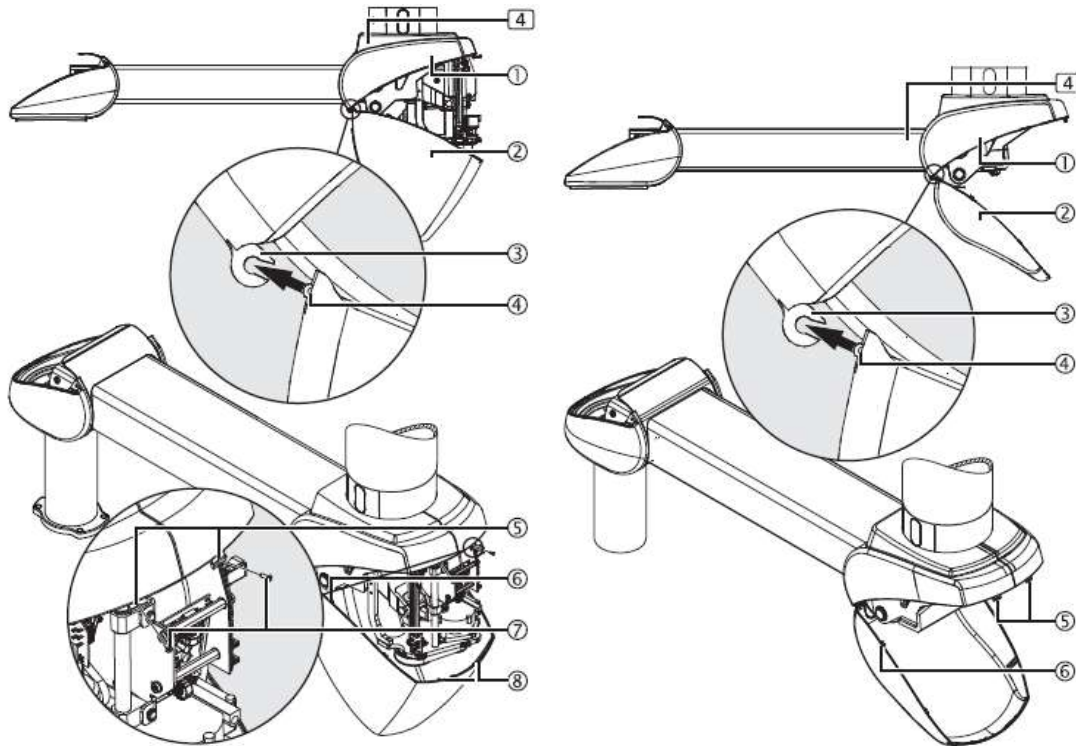
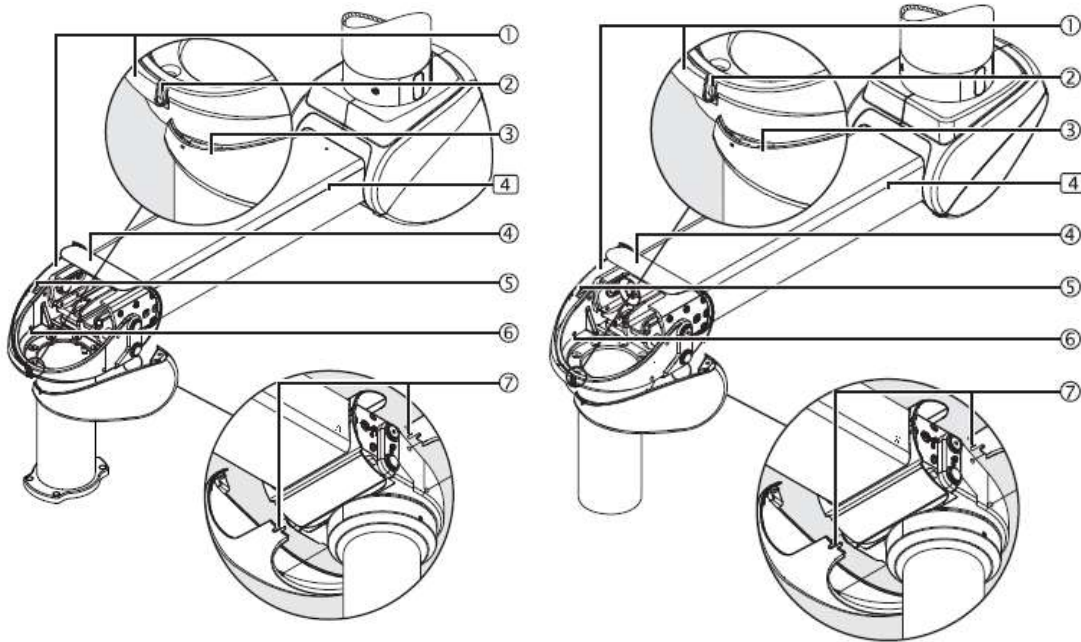
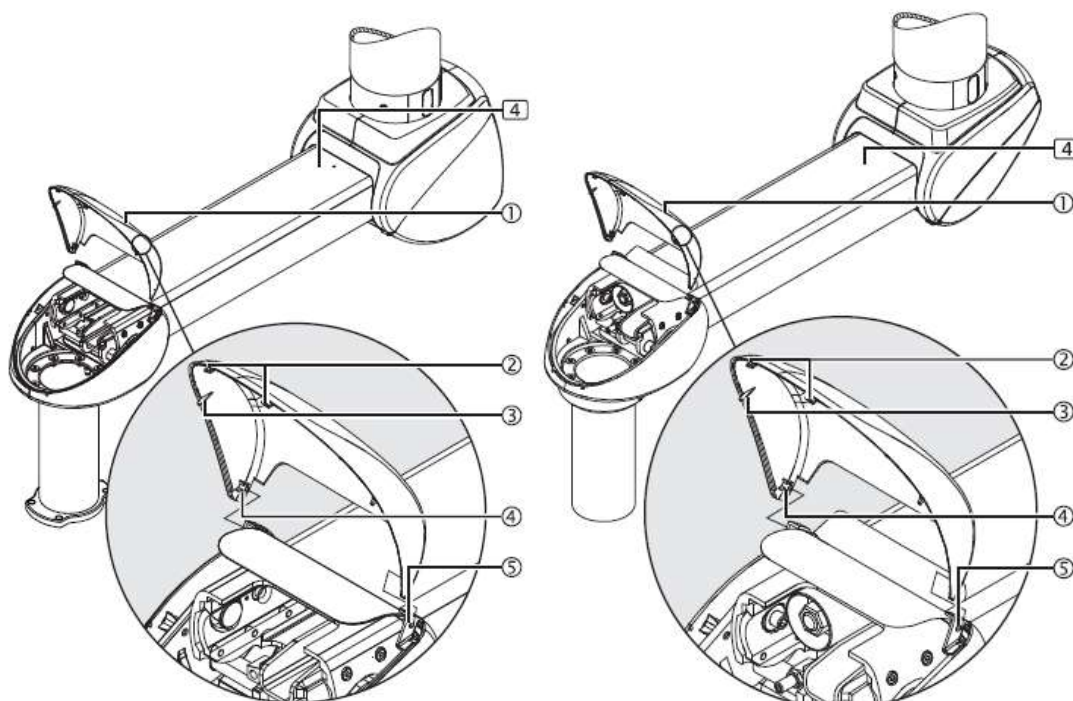

Abb.63 Montage der unteren hinteren Abdeckung an einem Motor- oder Federarm.
Abb.64 Montage der vorderen Seitenabdeckungen an einem Motor- oder Federarm.
Abb.65 Montage der vorderen Abdeckung an einem Motor- oder Federarm.
- Setzen Sie die erste Seitenabdeckung ① auf und stecken Sie 3 Kunststoffstifte ③ in die Löcher ② des Motorarms. Achten Sie darauf, dass die Schutzabdeckung ⑥ über die Führung ⑤ der ersten Seitenabdeckung ① hinausragt.
- Setzen Sie die zweite Seitenabdeckung auf und stecken Sie 3 Kunststoffstifte ③ in die Löcher ② des Motorarms (4).
- Die Schutzkappe ⑥ muss über die Führung ⑤ der Seitenabdeckung ① hinausragen, und die 3 Verriegelungsvorrichtungen ④ an den beiden Seitenabdeckungen müssen ineinander greifen.
Abbildung 63 zeigt den Motorarm (4). Die Montageanleitung für den Auslegerarm (5) mit Motorarm (4) oder den XL-Auslegerarm (5) mit Motorarm (4) ist identisch. Abbildung 63 zeigt eine vereinfachte Darstellung nur mit dem Motorarm (4) ohne Kabel.
- Halten Sie die hintere untere Abdeckung (2) in dem in Abbildung 63 gezeigten Winkel.
- Setzen Sie die Dichtung (4) der unteren hinteren Abdeckung (2) in die beiden Befestigungsvorrichtungen (3) der Seitenabdeckungen (1) ein.
- Heben Sie die hintere untere Abdeckung (2) an, sodass die beiden Verriegelungen (5) einrasten.
- Überprüfen Sie, ob die Abdeckung (2) richtig sitzt, indem Sie sicherstellen, dass sie ohne Lücken auf den Seitenabdeckungen (1) aufliegt.
- Für Motorarm. Setzen Sie 2 M3 x 10 mm Senkkopf-Inbusschrauben (7) in die Öffnungen (8) der Abdeckung (2) ein und ziehen Sie sie fest.
Abbildung 64 zeigt den Motorarm (4). Das Montageverfahren für den Auslegerarm (5) mit Motorarm (4) oder den XL-Auslegerarm (5) mit Motorarm (4) ist identisch. Abbildung 64 zeigt eine vereinfachte Darstellung nur mit dem Motorarm (4) ohne Kabel.
- Setzen Sie die rechte Seitenabdeckung ① auf und stecken Sie 2 Kunststoffstifte ⑤ in die Löcher ⑥ des Motorarms (4).
- Stellen Sie sicher, dass die Abdeckung ④ in die Führung (in der Abbildung nicht dargestellt) der Seitenabdeckung ① hineinragt.
- Befestigen Sie die linke Seitenabdeckung ③ an der Montagehalterung ② an der Vorderseite der rechten Seitenabdeckung ①, richten Sie sie auf den Motorarm (4) aus und stecken Sie dann 2 Kunststoffstifte ⑤ in die Löcher ⑥ im Motorarm (4).
- Stellen Sie sicher, dass die Abdeckung ④ in die Führung (nicht in Abbildung 64 dargestellt) der Seitenabdeckung ③ hineinragt.
- Drücken Sie die beiden Riemen ⑦ an der Unterseite der Seitenabdeckungen vorsichtig zusammen und haken Sie sie ineinander ein.
Abbildung 65 zeigt den Motorarm (4). Das Montageverfahren für den Auslegerarm (5) mit Motorarm (4) oder den XL-Auslegerarm (5) mit Motorarm (4) ist identisch. Abbildung 65 zeigt eine vereinfachte Darstellung nur mit dem Motorarm (4) ohne Kabel.